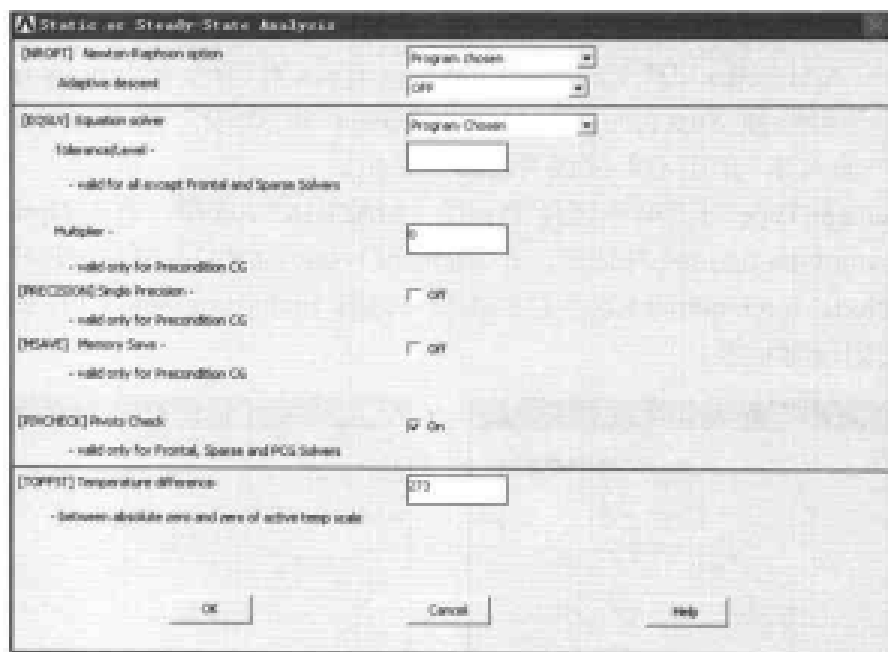

图 11-27 稳态分析选项设置对话框
(2) 选择 Main Menu | Solution | Analysis Type | Analysis Options 命令，出现 Static or Steady-State Analysis 对话框，在 [TOFFST] Temperature difference 文本框中输入 273，其余选项均采用默认设置，如图 11-27 所示，单击 OK 按钮关闭该对话框。